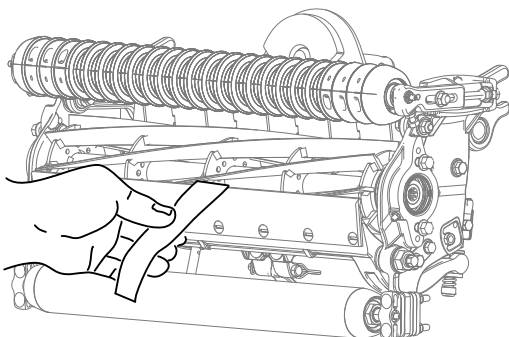

Figure 20
2. Contrôlez la performance de coupe en insérant une longue bande de papier de performance de coupe (réf. Toro 125-5610) entre le cylindre et la contre-lame, perpendiculairement à la contre-lame (Figure 20). Faites tourner le cylindre lentement en avant ; il doit trancher le papier.